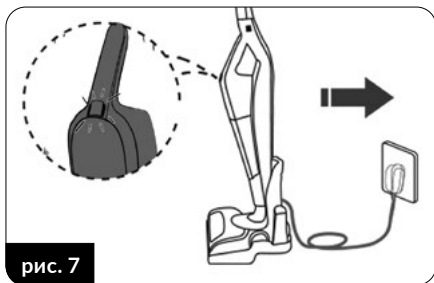

рис. 7
2. Поместите правильно собранный пылесос в главном держателе и с электрощеткой на док-станцию (рис. 7). Подключите зарядное устройство к сети.